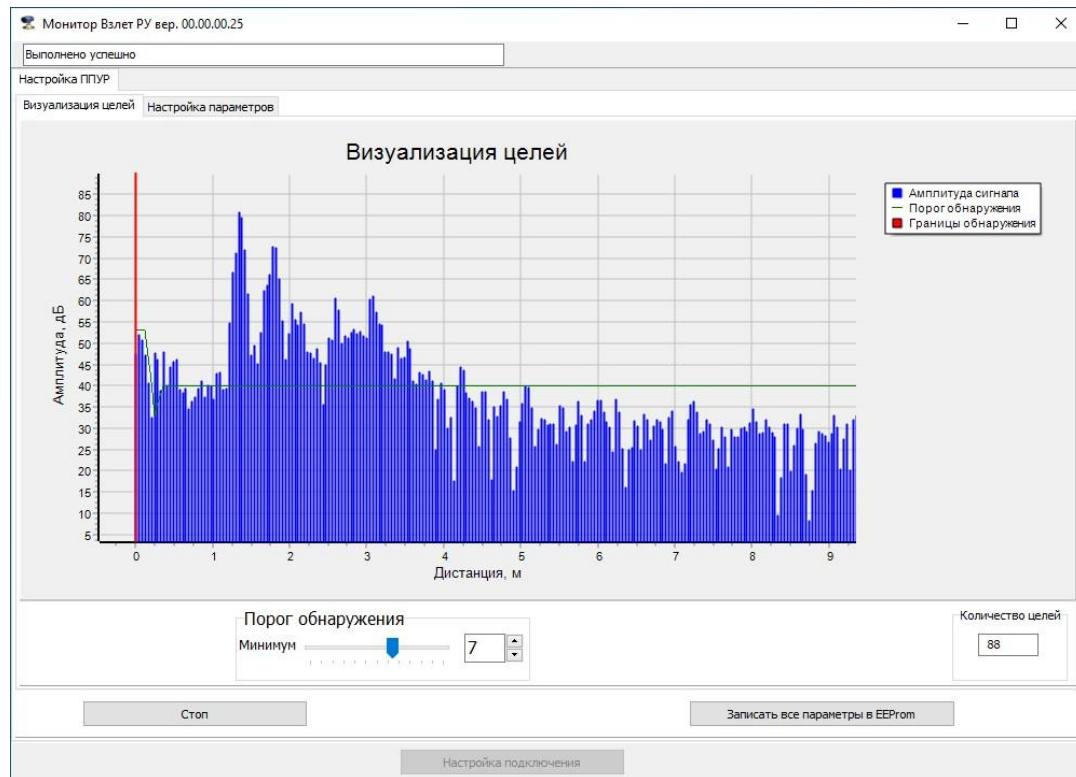

Рис.29 - Паразитные сигналы в шумовой дорожке.
7.7.8 При наличии в шумовой дорожке паразитных сигналов (рис.29), могущих возникать при наличии на пути радарного луча имеющихся в емкости конструкций – арматуры, лопастей мешалок и т.д., необходимо провести отстройку принимаемого сигнала на максимальный, изменяя порог обнаружения (п.7.7.3) или рабочий диапазон прибора (п.7.7.7).